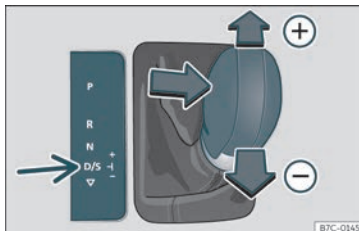

Fig. 201 Consola central: engrenar com Tiptronic.
• Empurre a alavanca para a frente (+) ou para trás (-) para engrenar uma mudança mais alta ou mais baixa >>> **Fig. 201.**